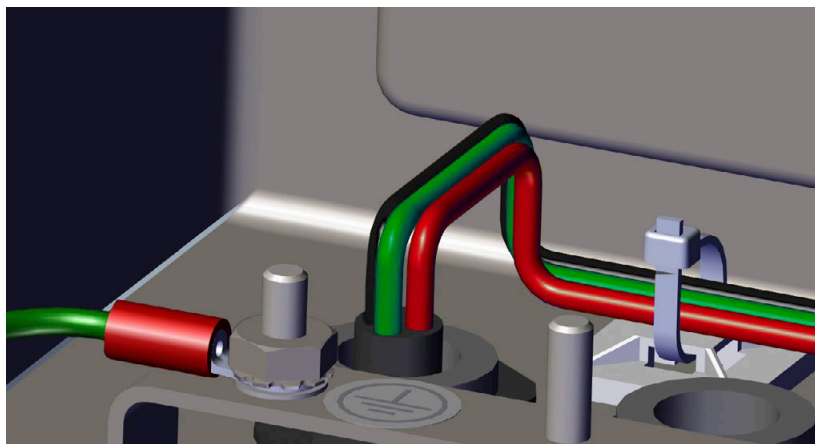

Figura 2-21. Tendido de cables de alimentación de CC
1. Tienda el cable hacia arriba por el interior del prensacables. Consulte la Figura 2-21.